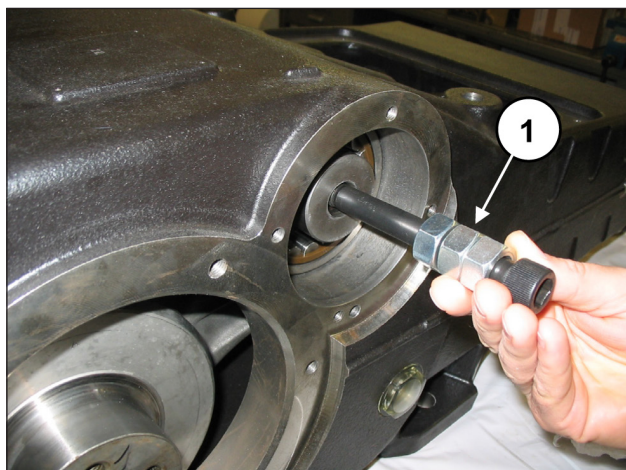

Рис. 57
Для упрощения полного ввода вала ВОМ в подшипник установите на конец вводимого вала винт М16, чтобы удерживать данный вал приподнятым (поз. ①, Рис. 57).